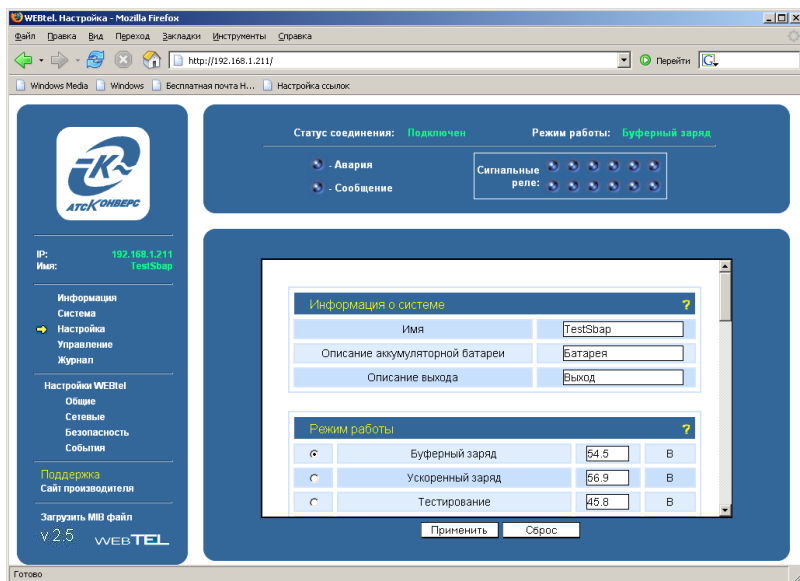

Рисунок 14 – Страница настройки параметров СБЭП
7.5.4 Страница настройки параметров СБЭП отображается в правой части окна web-браузера (рисунок 14).